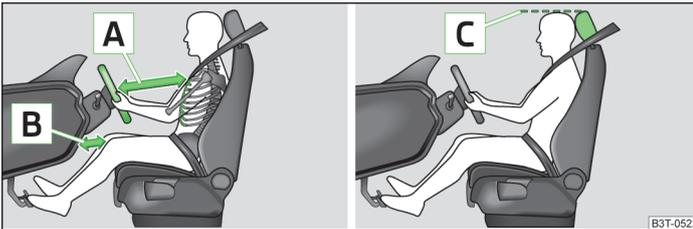

Abb. 143 Richtige Sitzposition des Fahrers / richtig eingestellte Kopfstütze
- Das Lenkrad so einstellen, dass der Abstand zwischen Lenkrad und Brustbein mindestens 25 cm beträgt **[A]** » Abb. 143 und der Abstand der Beine zur Schalttafel im Bereich des Knieairbags mindestens 10 cm beträgt **[B]**.
- Die Kopfstütze so einstellen, dass die Oberkante der Kopfstütze sich möglichst auf einer Höhe mit dem oberen Teil Ihres Kopfes befindet **[C]** » Abb. 143 auf Seite 179.
- Die Kopfstütze so einstellen, dass die Oberkante der Kopfstütze sich möglichst auf einer Höhe mit dem oberen Teil des Kopfes befindet **[C]** » Abb. 143 auf Seite 179.